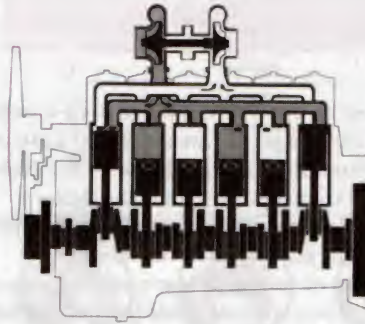
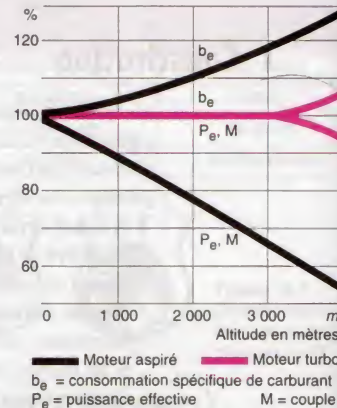

Figure 14.2. Présentation schématique du fonctionnement d'un moteur 6 cylindres à quatre temps suralimenté (système à « pression constante »)
Figure 14.3. Comparaison moteur aspiré/moteur turbo en fonction de l'altitude (pression de l'air atmosphérique) (Doc. KKK)
- conservation des performances en altitude (fig. 14.3) ;
De ce fait, la suralimentation du moteur est réalisée sans aucun prélèvement de puissance. À quelques détails près, la conception des *turbocompresseurs* utilisés sur les *moteurs diesels* est pratiquement unifiée (fig. 14.2). De grands progrès ont été réalisés au point de vue résistance et durée (fig. 14.3) et, actuellement, presque tous les constructeurs disposent de moteurs suralimentés de toutes cylindrées.
- L'alimentation de la turbine peut être réalisée par un système « **à pression constante** » (ou à accumulation) (fig. 14.2), où tous les échappements des cylindres du moteur sont reliés dans un même *collecteur*.